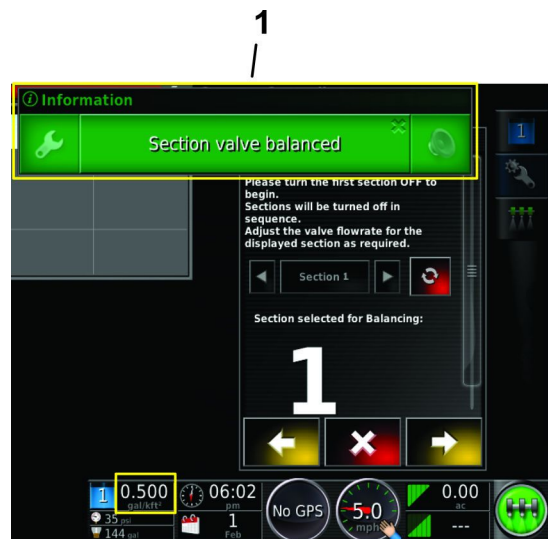

図 58
5. ブームバルブがバランスできましたというメッセージが表示され、バルブバランスウィザードは自動的に次のブームバルブのバランス調整へ進む図 58。